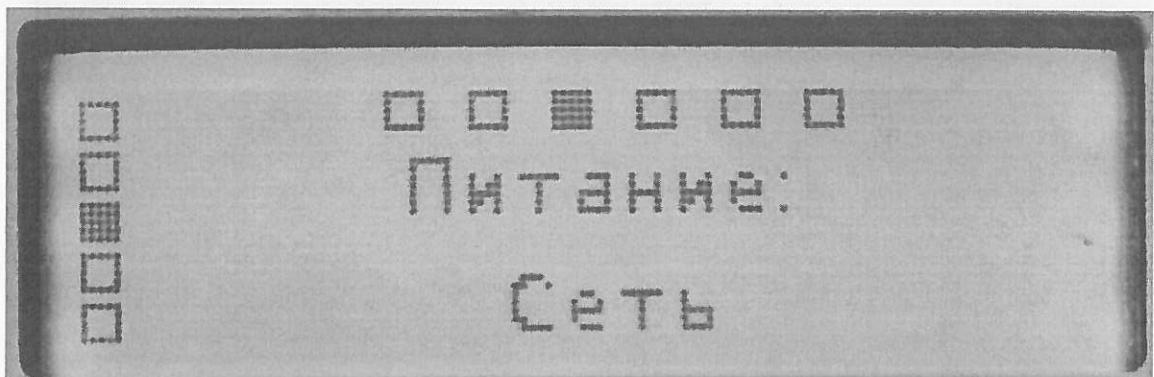

Рисунок 4.15
- Режим питания – сетевое питание или питание с ИРП (рисунок 4.15);